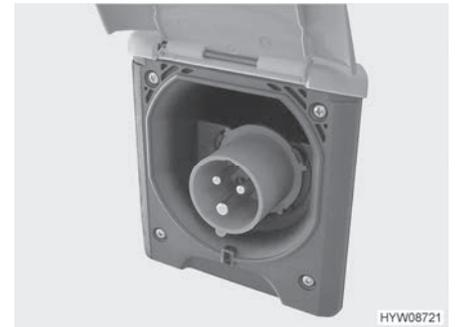

Fig. 83 Collegamento a 230 V al veicolo (presa CEE)
- Aprire la copertura del collegamento a 230 V sul veicolo (Fig. 83) e inserire l'innesto rapido. Verificare che il nasello di innesto del coperchio ribaltabile teso a molla sia innestato.